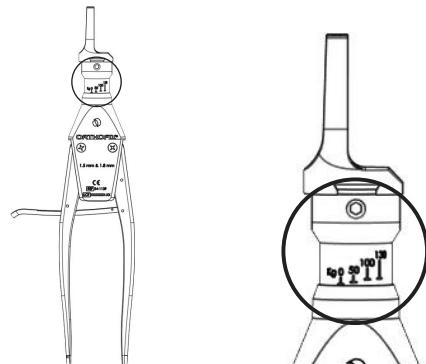

图 1
- 1) 该张力钳 (54-1139) 可施加高达 130kg 的张力, 所加张力可从刻度表上读取 (图 1)。